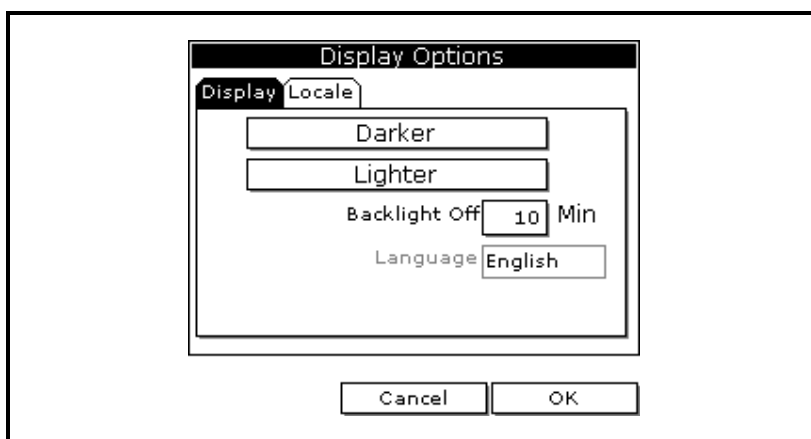

图 3-5 : Display Options (显示选项) 窗口中的 Display (显示) 选项卡
3. 使用方向键滚动至 Contrast (对比度)，然后按 [ENTER] (进入)。随即会出现一个类似于下图 3-5 的屏幕。